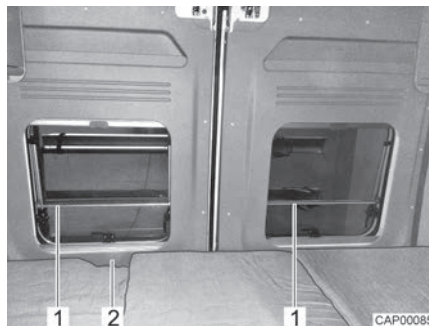

Bild 72 Herausfallschutz (Längsheckbett)
- ▷ Die Fenster der Hecktüren sind mit einem Herausfallschutz (Bild 72,1) ausgestattet. Die Hecktür kann über den Durchgriff (Bild 72,2) von innen geöffnet werden.